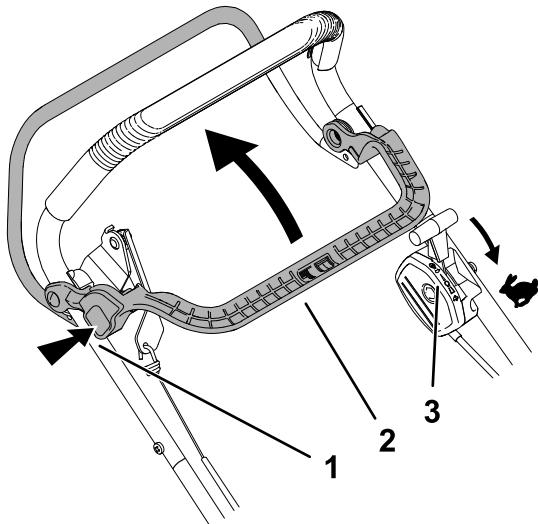

Figura 16
1. Asegúrese de que la palanca de control del acelerador está en la posición RÁPIDA (Figura 16).
2. Pulse el botón de cierre del embrague del freno de la cuchilla (BBC) y tire de la palanca de control del BBC hacia atrás contra el manillar (Figura 16).